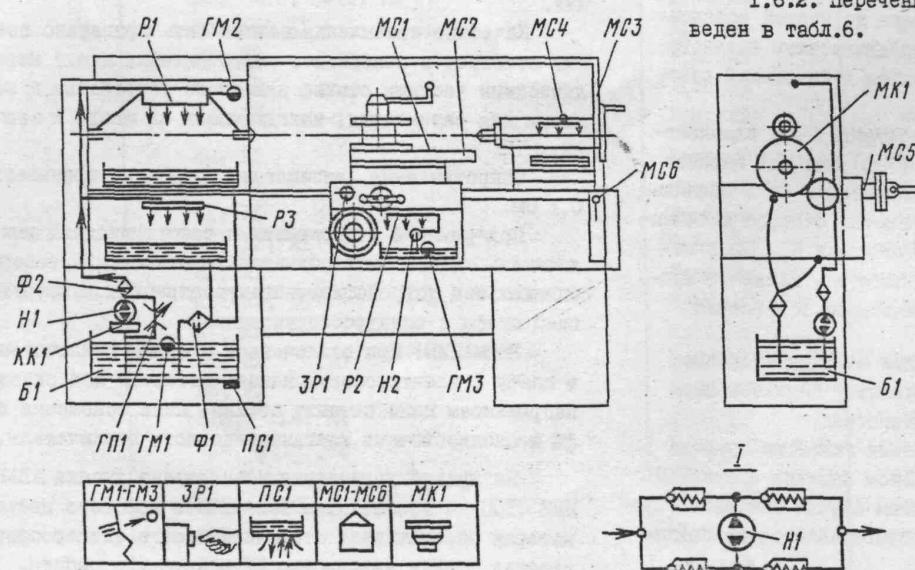

Рис. 17. Схема смазки:
1.6.1. Автоматическая централизованная система смазки шпиндельной бабки, коробки подач и подшипниковых опор шпинделя включает в себя резервуар Б1 (рис.17), шестеренный насос Н1, заливной фильтр Ф1 грубой очистки, фильтр Ф2 тонкой очистки и клапанную коробку КК1.